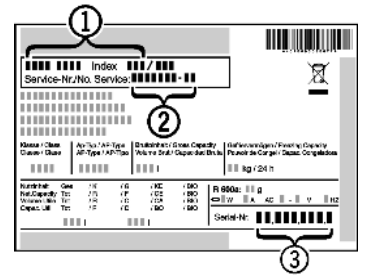

Fig. 46
- ▶ Gerätebezeichnung Fig. 46 (1), Service-Nr. Fig. 46 (2) und Serial-Nr. Fig. 46 (3) vom Typenschild ablesen. Das Typenschild befindet sich an der linken Geräteinnenseite.